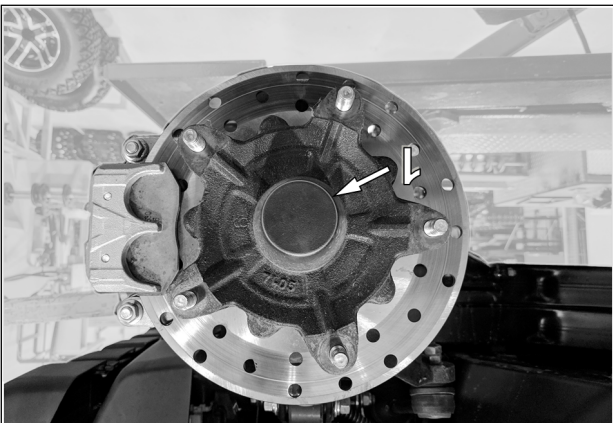

Fig. 17
**ATTENTION : Retirer le protecteur en caoutchouc du moyeu (1). Voir la Fig. 17**